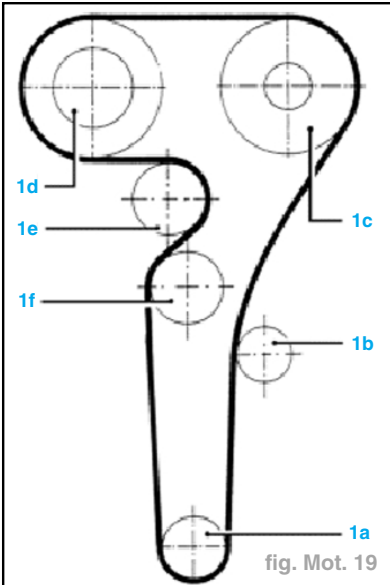

fig. Mot. 19
- Monter la courroie de distribution sur le pignon du vilebrequin (2).
- Monter l'axe de l'outil pour le positionnement du moteur au P.M.H. (3).
- terminer le remontage par la courroie de distribution en suivant l'ordre indiqué sur le schéma (fig. Mot. 19) :